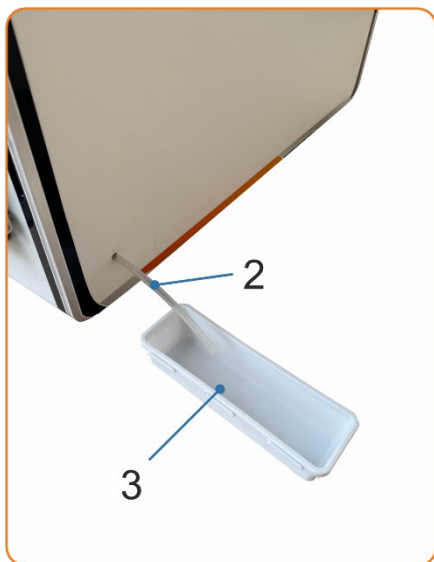

Рисунок 6.5 – Поддон для сбора воды, сливной шланг, поддон сливной.
- ✓ Под кронштейном с форсункой установлен поддон для сбора воды (Рис.6.5, поз.1).
К поддону для сбора воды присоединён сливной шланг (Рис.6.5, поз.2). Он служит для слива воды, в случае если поддон для сбора воды переполнится. Сливной шланг проходит через специальное отверстие в задней стенке инкубатора. Установите поддон сливной под другой конец сливного шланга (Рис.6.5, поз.3).